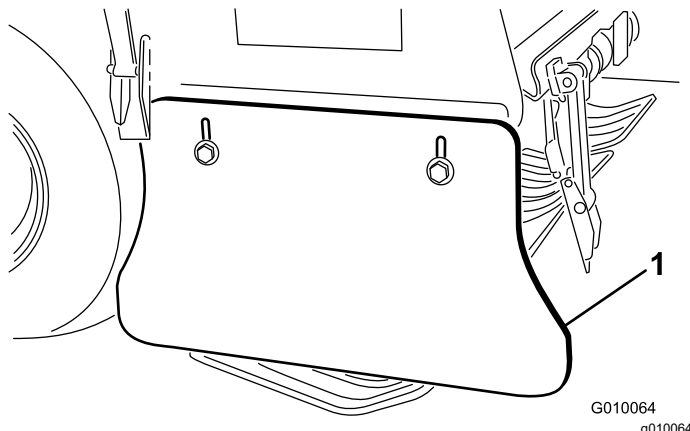

Figura 172
2. Desaperte os parafusos e porcas de bloqueio flangeadas que prendem o resguardo lateral à estrutura da cabeça de perfuração (Figura 172).